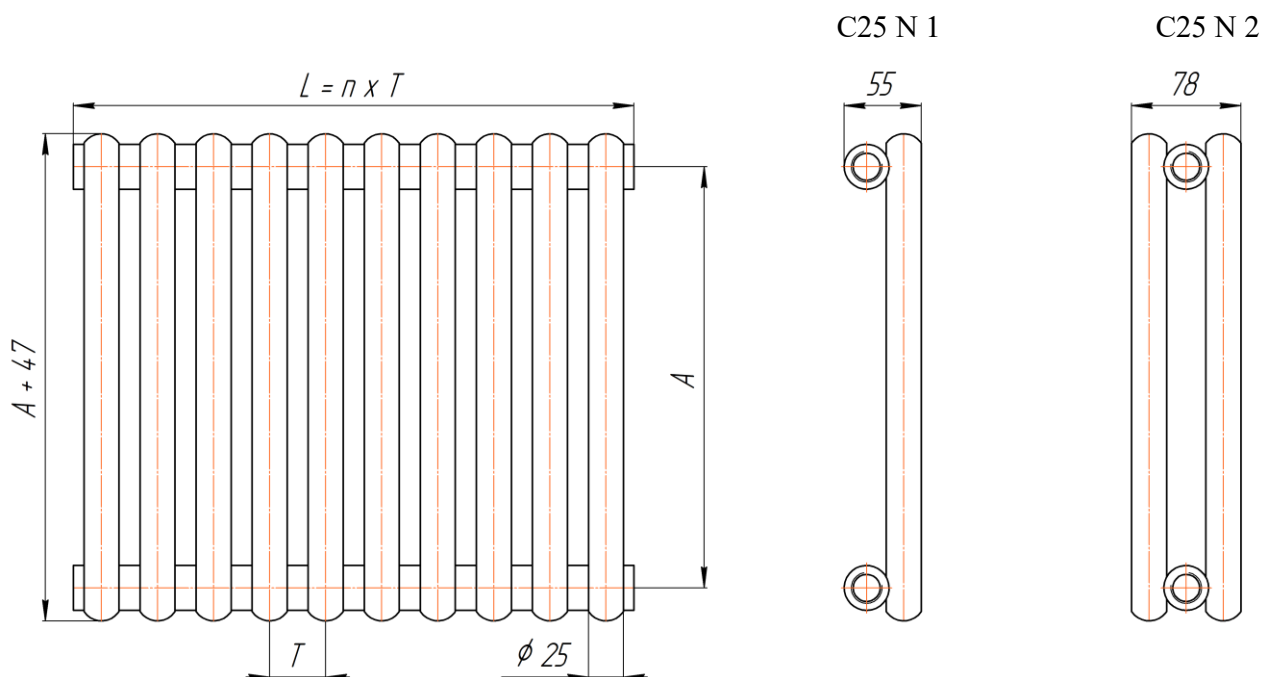

Рис.1 Радиатор «Гармония C25 N», где: А – межцентровый размер, мм; Т – шаг (Т = 35 мм); n – количество секций; L – габаритная длина, мм.
2.1. Основные размеры и параметры радиаторов приведены на рис.1 и в таблице.